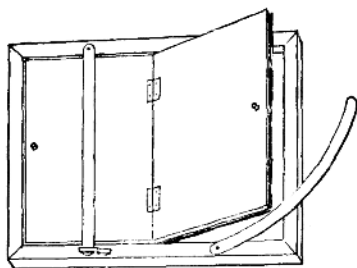

图2 印相夹
2. 印相夹 印相夹又叫晒相夹，是一种简单的印相工具(图 2)。它一般适宜于在缺乏电源的地方印相，或者印制一般印相机无法印制的特别大的底片时使用。印相夹由一个特制的木框，里面镶着一块普通玻璃，另有一个与玻璃面积相同中间可以折迭的活盖而组成。活盖上应粘有薄的泡沫塑料、毡呢或绒布等柔软物体，以使相纸与底片紧贴。在木框背后要有两根弹簧压条。印相时先将玻璃揩净，把底片平铺在玻璃上，药膜与操作者面部相对；再套好黑纸框，把裁好的相纸药膜向下放在底片上，然后盖上活盖，再上好弹簧条，把活盖压紧。以上操作都要在暗室内安全灯下进行，以免感光纸露光。印相夹上好后，即可以在日光或普通灯光下进行曝光。曝光时要把印相夹玻璃一面对光源，并应和光源保持垂直状态，以免光线斜射而产生曝光不